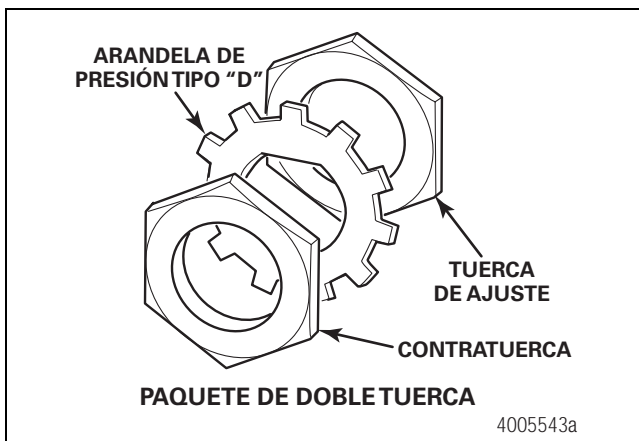

Figura 4.8
5. Use una llave de cubo de 3.5 pulgadas (89 mm) para retirar la contratuercas, la arandela de presión tipo "D" y la tuerca de ajuste. Figura 4.8.